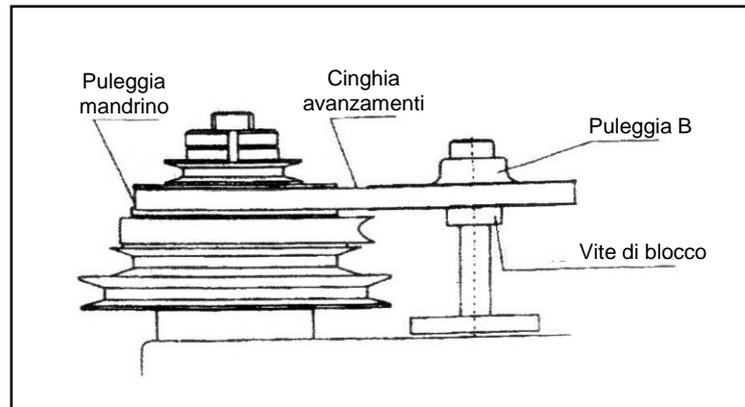

Figura 16 – Parti principali del sistema degli avanzamenti
- Per una miglior comprensione, vedere anche il disegno seguente (figura 16).